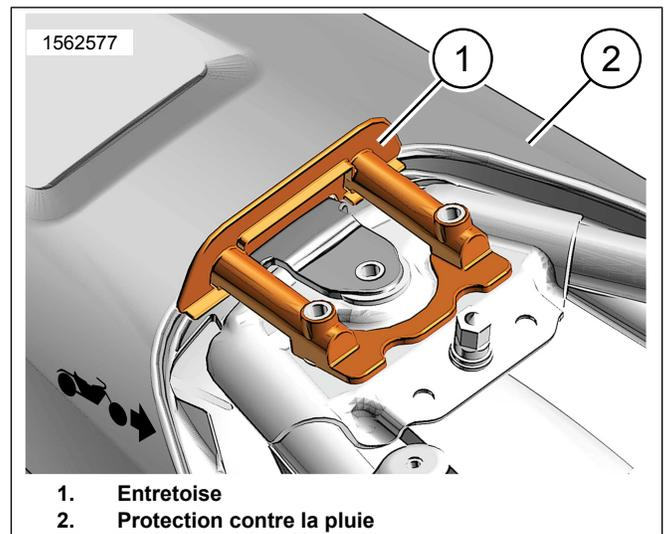

Figure 4. Entretoise
4. Voir la figure 4. Installer l'entretoise (1).